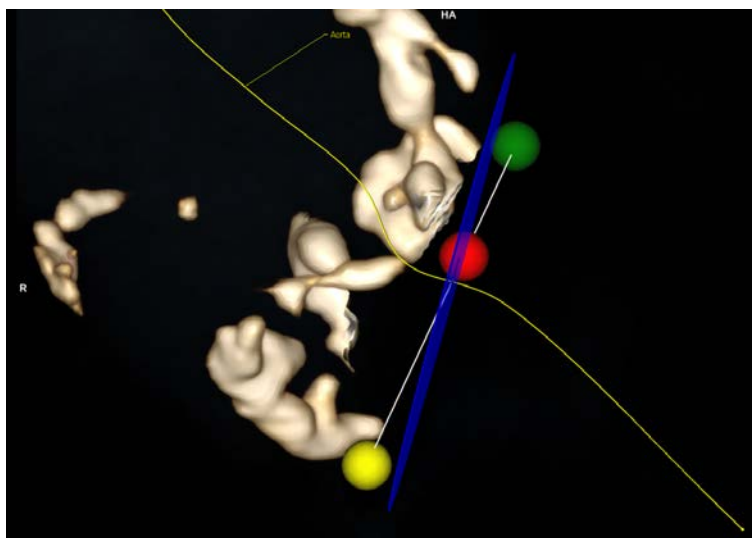

Fig. 1: VRT-segment med vinklet, ukorrekt justeret målingsplan (blå) og annulært plan (hvidt) i den værste tænkelige situation
Ved evaluering af de annulare dimensioner skal operatøren sikre, at målingsplanet er optimalt justeret i forhold til det annulare plan. Dette kan kontrolleres i VRT-segmentet som vist i Fig. 1. For at gennemføre denne kontrol skal operatøren flytte til det annulare plan ved at trykke på knappen "Annulus Plane" (Annulart plan). Hvis man aktiverer kardiametermålingsværktøjet vises et blåt målingsplan, som kan sammenlignes med det hvide annulare plan. Hvis de ikke er korrekt justeret i forhold til hinanden, som set i Fig. 1, vil målinger der foretages med tværsnit af den kurveformede planare reformation muligvis ikke være nøjagtige.
**Vigtigt:** Hvis operatøren opdager en betydelig afvigelse mellem to planer som vist i Fig. 1, er det meget vigtigt at undgå målinger i CPR-segmenterne ved hjælp af tværsnit af det annulære plan.